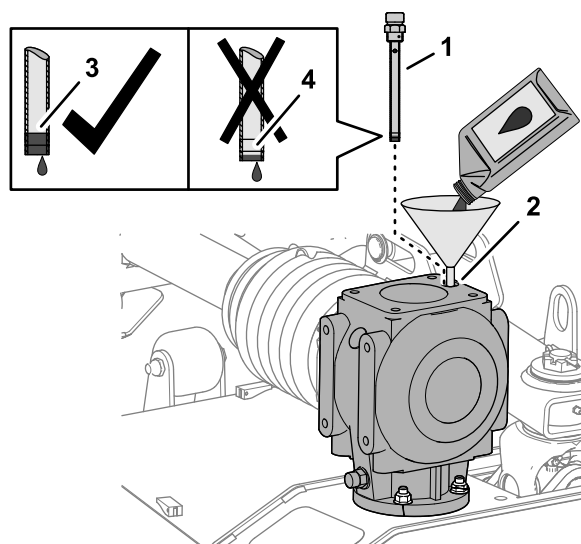

Figura 57
1. Aggiungete 1.064 ml di lubrificante per ingranaggi specificato nella scatola ingranaggi, attraverso il foro dell'asta di livello (Figura 57).
2. Avvitare l'asta di livello nel foro, togliete l'asta di livello e controllate il livello del lubrificante (Figura 57).
4. Avvitare l'asta di livello nel foro di riempimento e serrate l'asta di livello (Figura 57).